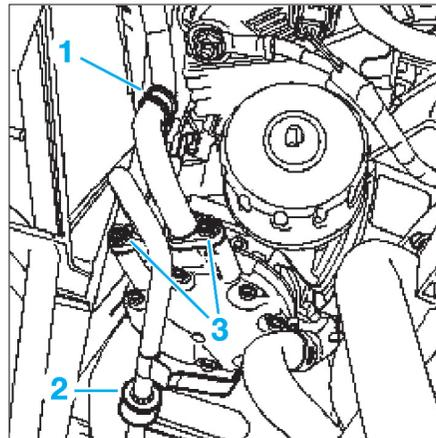

Fig. 1
- la vis du collier (1) (Fig.1),
- la vis de la patte de maintien (2) du tuyau sur le compresseur
- les vis (3) des raccords de tuyaux sur le compresseur.